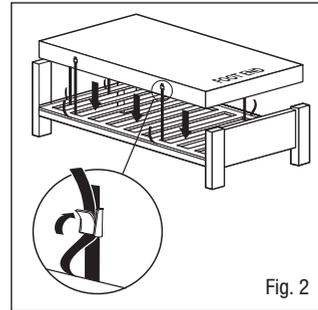

Fig. 2
3. Sikre madrassen til sengen ved å bruke de justerbare stroppene - før stroppene rundt sengens base og sikre med spennene (Fig. 2), som gir rom for bevegelige deler på elektriske senger. Dette er viktig da det stopper madrassen fra å løsne fra sengen og føre til mulig skade til pasienten. Et stroppforlengerset er tilgjengelig for bruk med kontinentalsenger (delenummer 11062).